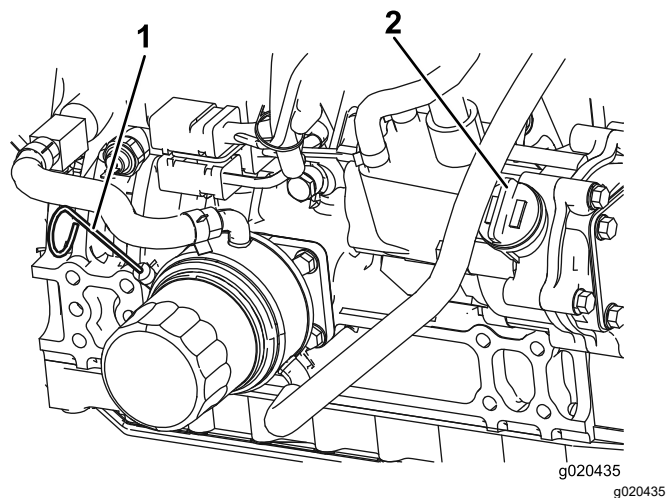

Рисунок 27
Уровень масла должен находиться в допустимом диапазоне (Рисунок 27).
4. Если уровень масла ниже безопасного диапазона, снимите крышку заливной горловины (Рисунок 27) и добавляйте масло до тех пор, пока его уровень не достигнет отметки Full (Полный). **Не допускайте переполнения.**